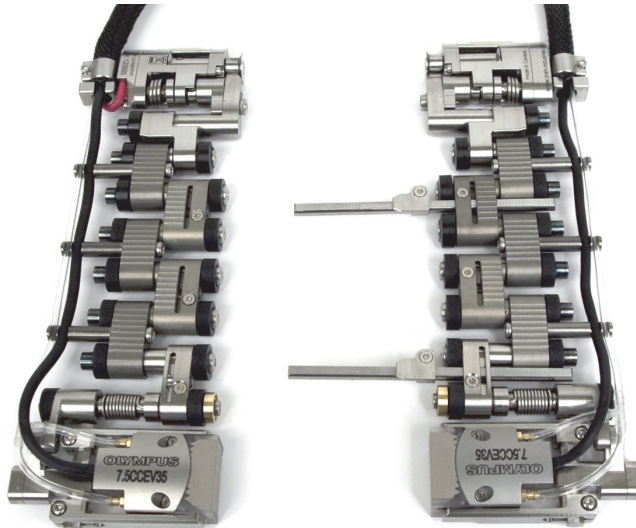

Figura 2-20 Distanziamento delle due metà dello scanner
3. Per una scansione con sonde a singolo elemento è necessario distanziare le due metà dello scanner (vedere Figura 2-20 a pagina 49).